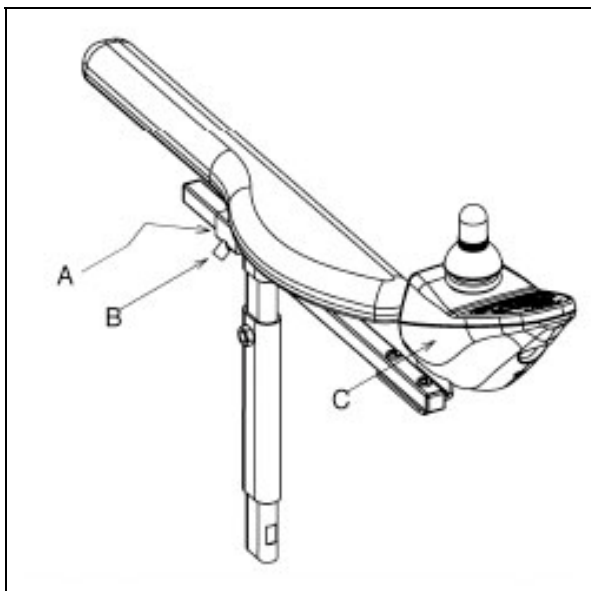

Abbildung 4.4
1. Lösen Sie die Stellschraube (Abb. 4.4 - A) einige Umdrehungen; verwenden Sie dazu einen Inbusschlüssel mit einer Schlüsselweite von 3 mm.
2. Schieben Sie die Bedieneinheit (Abb. 4.4 - C) in die gewünschte Position.
1. Lösen Sie die Stellschraube (Abb. 4.4 - B) einige Umdrehungen; verwenden Sie dazu einen Inbusschlüssel mit einer Schlüsselweite von 4 mm.